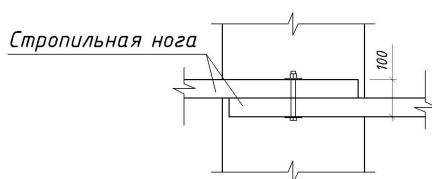

Рисунок 2. Коньковый узел
4. Коньковый узел всех, кроме лицевых, стропильных ног представляет собой шарнирное соединение (рис. 2). Стропильные ноги соединяются между собой металлическими шпильками диаметром 10-12 мм.